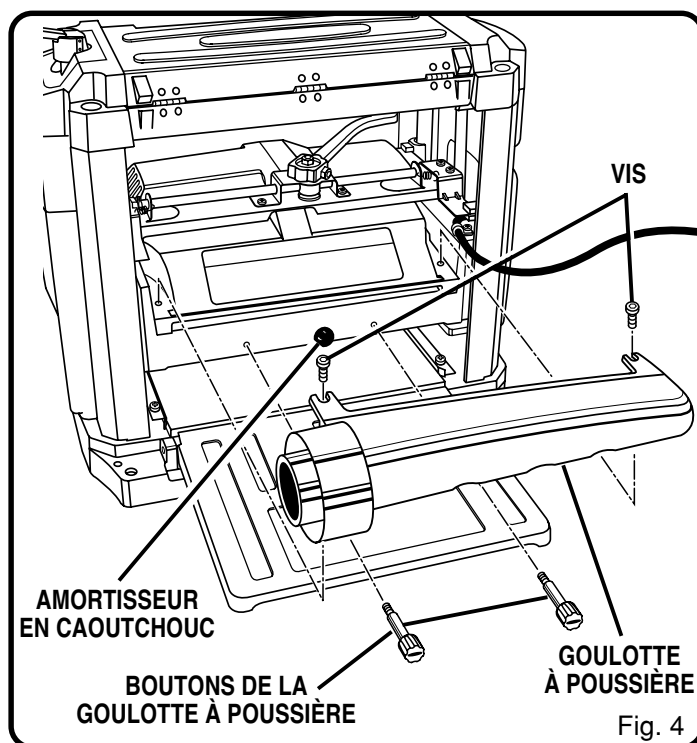

Fig. 4
Voir figure 4.
- À partir de l'arrière de la machine, repérez les deux vis à tête creuse qui se trouvent sur l'ensemble du porte-lames. Voir figure 4. Tournez-les dans le sens antihoraire pour les desserrer.